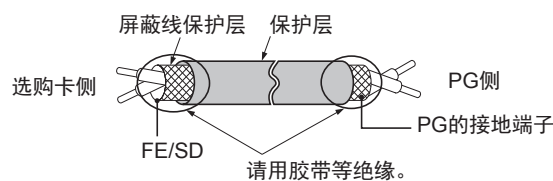
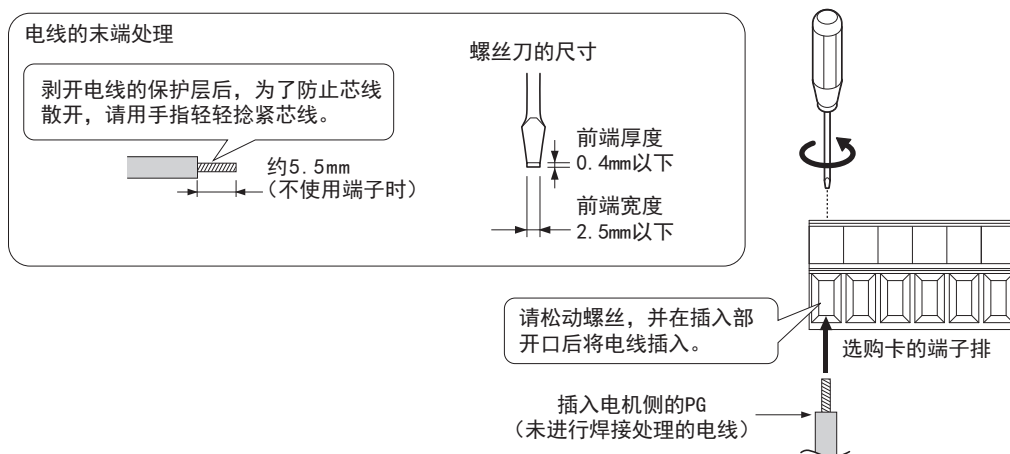

图 8.6 屏蔽线的线头处理
图 8.7 电线的线头的处理与接线
2. 在变频器侧的接地端子 (I) 上只有 2 个螺孔。安装 3 张选购卡时, 请将导线的端子重叠连接。
4. 请参考图 8.6 和图 8.7, 对电线的线头进行处理。关于接线时的紧固力矩, 请参照“电线尺寸和紧固力矩”(429 页)。请确认所有的电线是否确实固定、电线的包层是否卡入端子排的插入部。此外, 请切除外露的芯线。